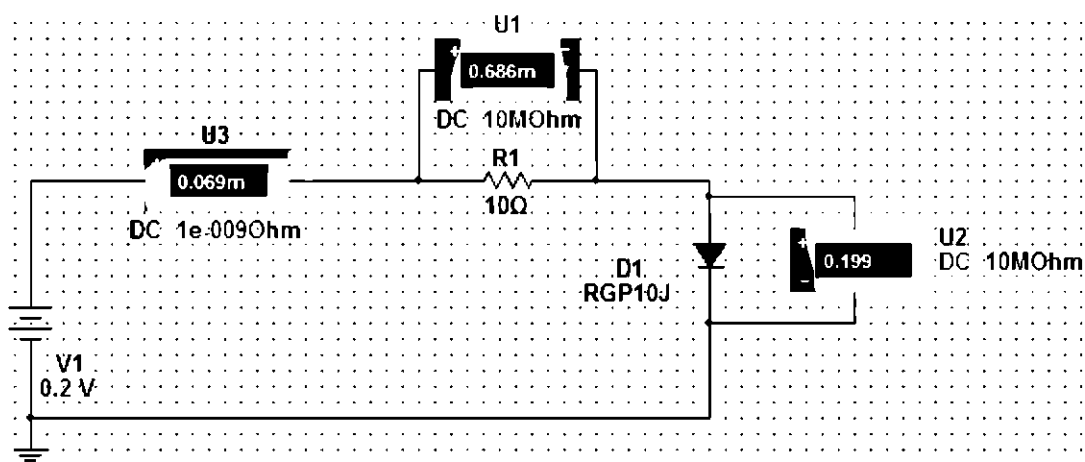

Рис. 2.5. Схема цепи.
1. Собрать схему электрической цепи – последовательное соединение линейного элемента – резистора и нелинейного – диода (рис. 2.5.).